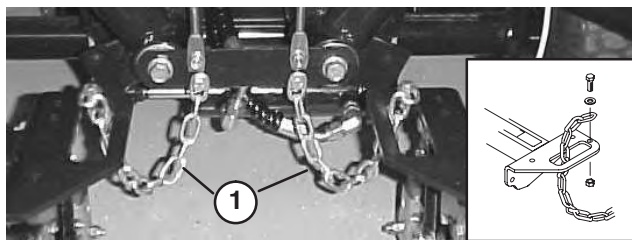

Figure 17
- Passez une chaîne de basculement dans la fente à l'extrémité de chaque bâti porteur. Fixez la chaîne en haut du bâti porteur au moyen d'une vis, d'une rondelle et d'un contre-écrou (Fig. 17).